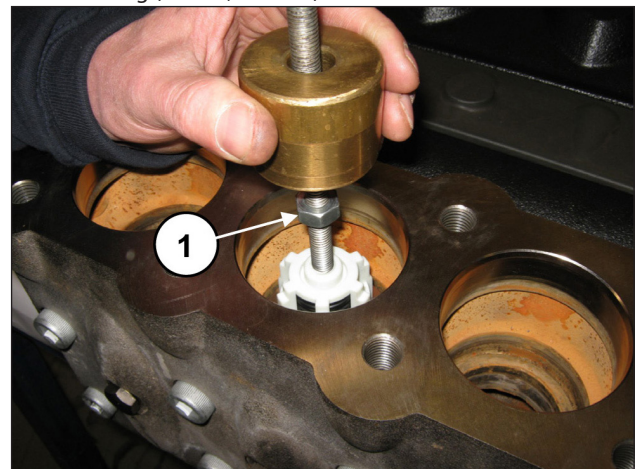

Abb. 98
Entfernen Sie die Druckventilgruppe mithilfe eines Abziehers mit Schlagwerk (Art. 27516400) an der Bohrung M10 der Ventilfehrung (Pos. ①, Abb. 98).